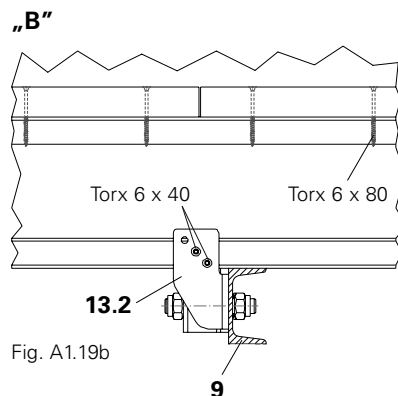

Fig. A1.19b
5. Fissare l'impalcato alle travi con Torx 6 x 80 (2 pz. per ciascun incrocio). (Fig. A1.19b)